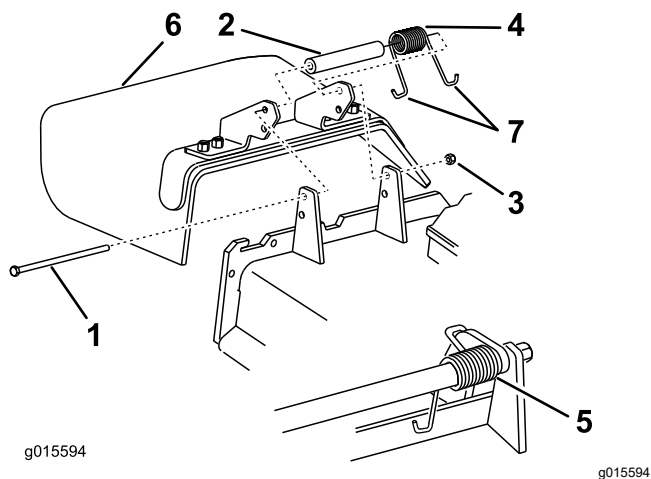

Figure 120
1. Retirez le contre-écrou, le boulon, le ressort et l'entretoise qui fixent le déflecteur aux supports de pivot (Figure 120).
2. Enlevez le déflecteur s'il est endommagé ou usé (Figure 120).
Remarque: Prenez soin de placer 1 extrémité en J du ressort derrière le bord du tablier avant de mettre le boulon en place, comme montré à la Figure 120.
- Accrochez l'extrémité en J du ressort au déflecteur d'herbe (Figure 120).